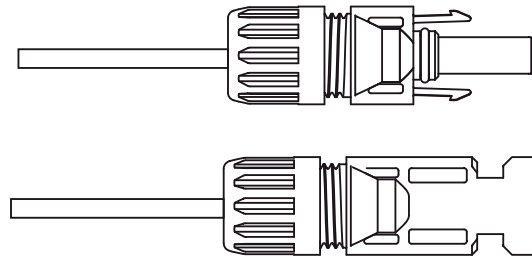

Abb. 5.5 Stecker mit aufgeschraubter Verschlussmutter
c) Stecken Sie den Kontaktstift in den oberen Teil des Steckers und schrauben Sie die Verschlussmutter auf den oberen Teil des Steckers. (wie in Abb. 5.5 gezeigt).